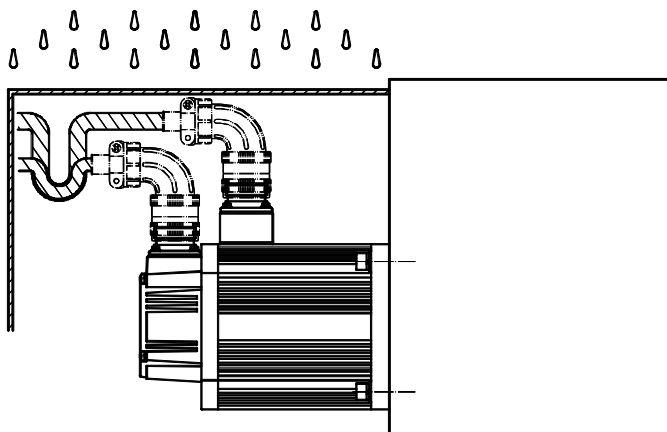

图 7
10.4 当由于机器结构的关系，难以避免要求电动机接插件侧朝上时，需采取相应的防护措施（如图 7 所示）。